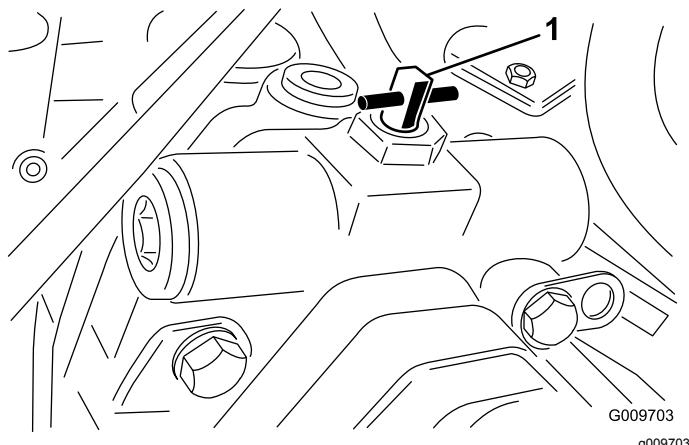

Figura 63
3. Girate la valvola di 90° (1/4 di giro) in qualsiasi direzione per aprirla e consentire al fluido di effettuare il bypass internamente (Figura 63).
2. Girate la valvola di 90° (1/4 di giro) in qualsiasi direzione per aprirla e consentire al fluido di effettuare il bypass internamente (Figura 63).